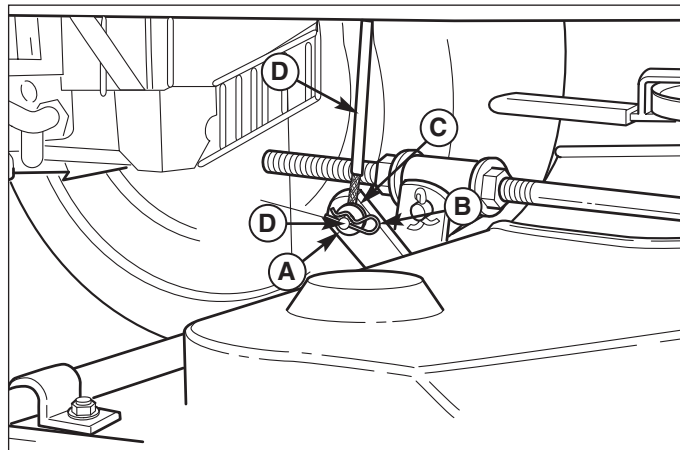

Figura 4. Asta di sollevamento
2. Bloccare la leva di disinnesto della trasmissione nella posizione di disinnestata tirandola indietro di circa 6,4 cm (Figura 4).
5. Togliere il perno (B, Figura 4) e la rondella (C). Scollegare il cavo di sollevamento ed il perno (D) dai fori di sollevamento (A). Reinstallare la rondella (C) ed il perno (B) per impedirne la perdita.
4. Collegare il cavo di sollevamento ed il perno (D, Figura 4) ai fori di sollevamento del trattore (A) usando le rondelle piatte (C) ed il perno (B).